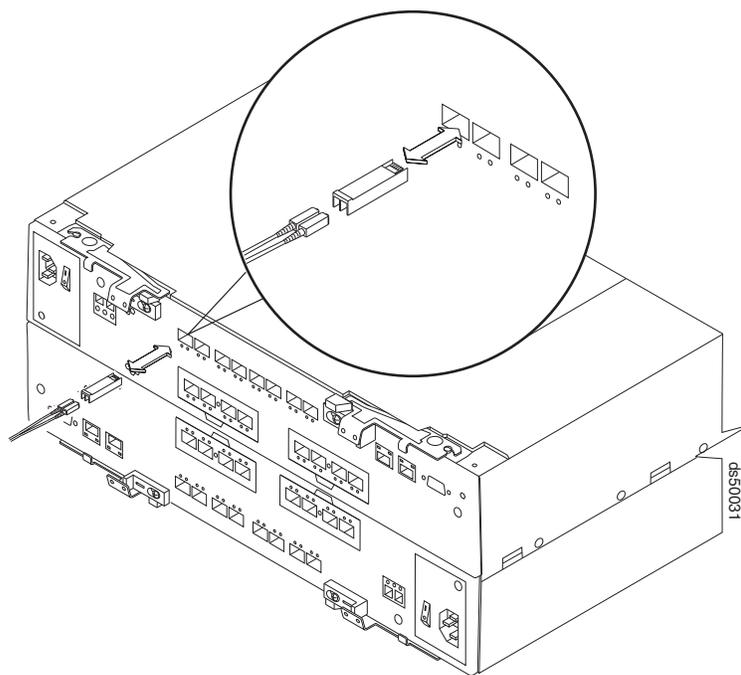

图 20. 更换 SFP 模块
4. 将 SFP 模块插入光纤通道端口，直到其卡嗒一声就位。请参阅图 20。
注：控制器 A 上的光纤通道端口的对齐方式与控制器 B 上的对齐方式相反。在将 SFP 模块插入端口之前，请验证是否正确地旋转了 SFP 模块，以与 RAID 控制器上端口的对齐方式匹配。请勿强行安装。对于控制器 A 中的光纤通道端口，插入 SFP 时应使裸露的印刷电路朝上（如图 20 所示）。对于控制器 B 中的光纤通道端口，插入 SFP 时应使裸露的印刷电路朝下。